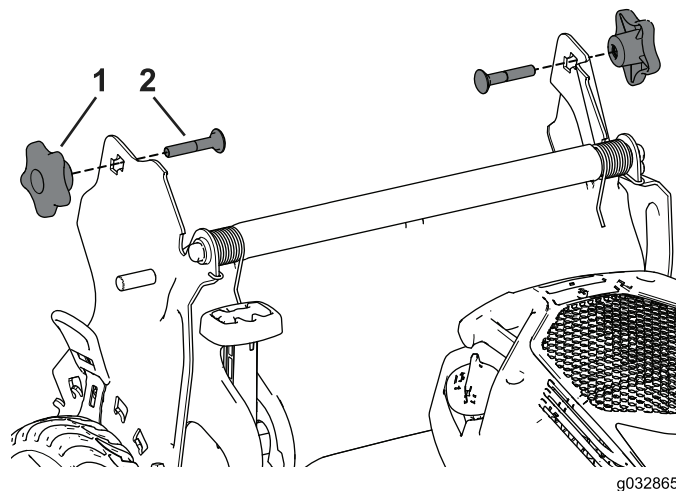

Рисунок 30
3. Вставьте каретный болт (так, чтобы головка болта была направлена внутрь) сквозь кронштейн рукоятки и в верхнее отверстие торцевой части рукоятки. Убедитесь в том что квадратная кромка каждого каретного болта вошла в верхнее или нижнее квадратное отверстие соответствующего кронштейна рукоятки (Рисунок 30).